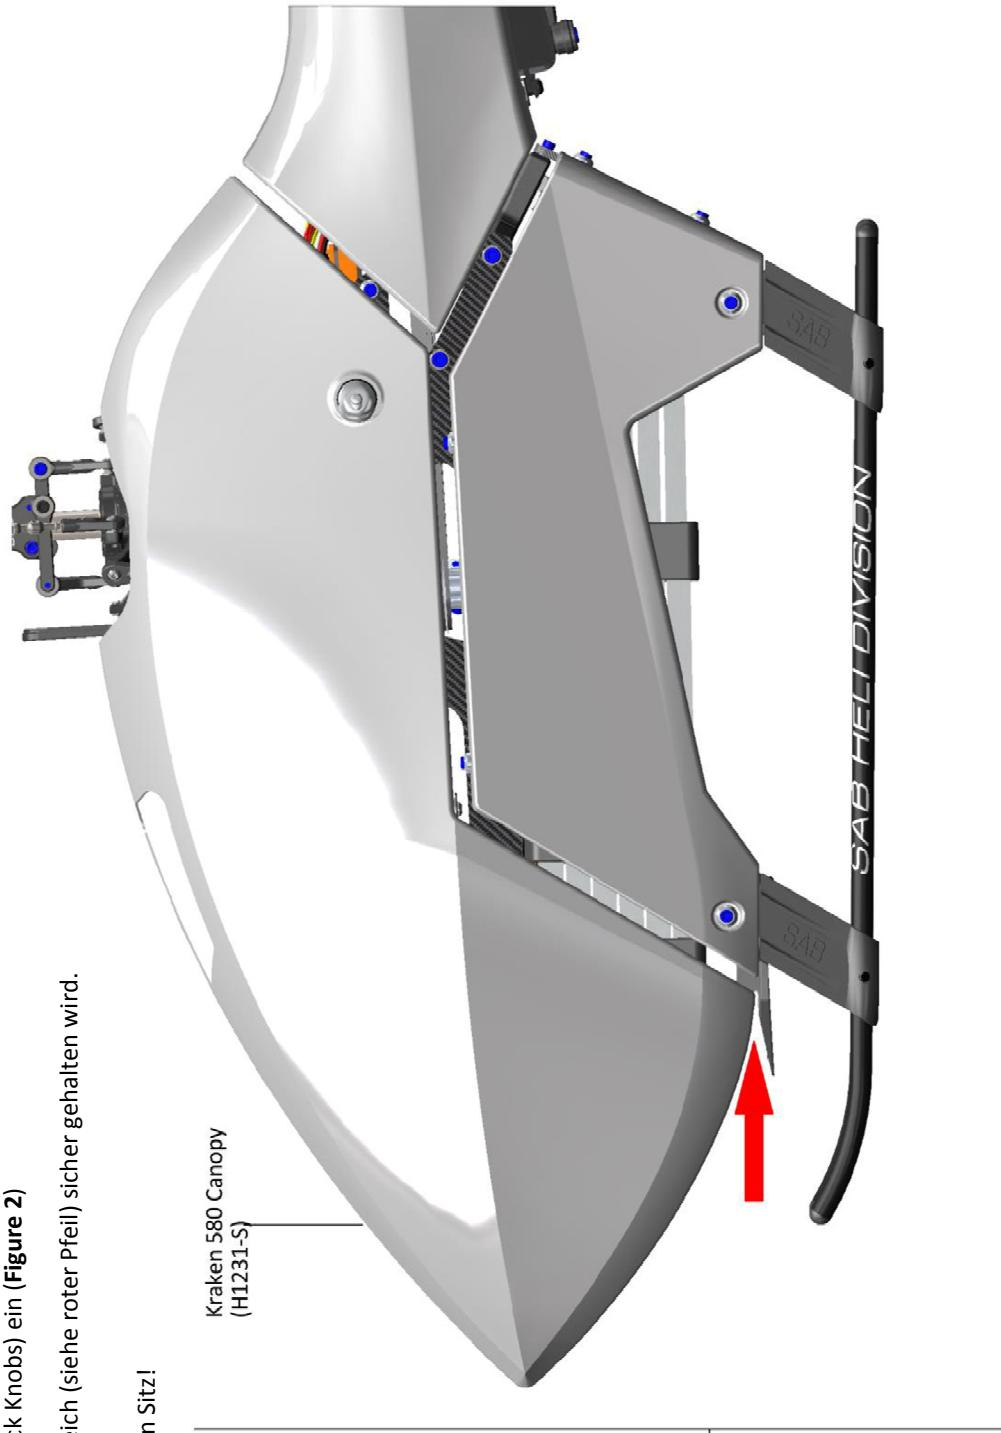

Fig. 1
- ⇒ Setzen Sie die Gummitüllen HA021-S in die entsprechenden Bohrungen ein (**Figure 1**) und schließen Sie anschließend die Schnellverschlüsse (Quick Knobs) ein (**Figure 2**)